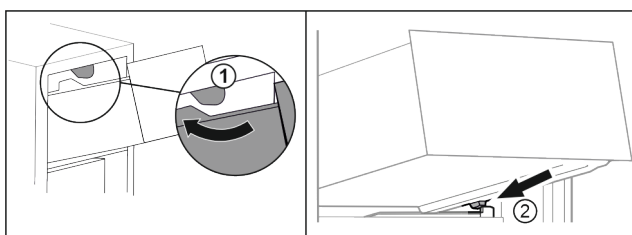

Fig. 102
- ▶ Обведите выдвижной ящик вокруг верхнего стопора. Fig. 102 (1)
- ▶ Наклоняя вниз, установите выдвижной ящик за нижние стопоры на контейнерное ребро. Fig. 102 (2)